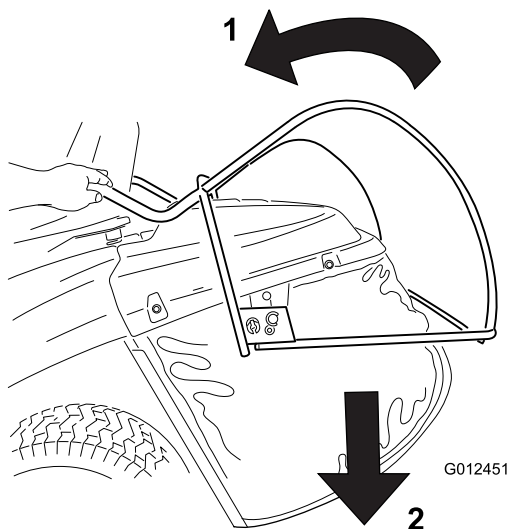

Bild 16
3. Ziehen Sie den Kipphebel des Heckfangsystems nach vorne, um das Heckfangsystem zu kippen (Bild 16).